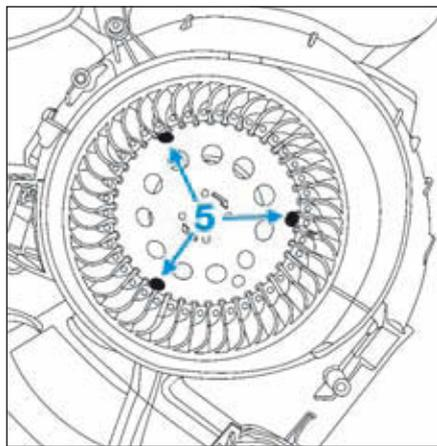

FIG.46
- Positionner la turbine de la soufflante d'air habitacle de façon à aligner les trous (5) nécessaire à la mise en place de l'outil [1] (Fig.46).